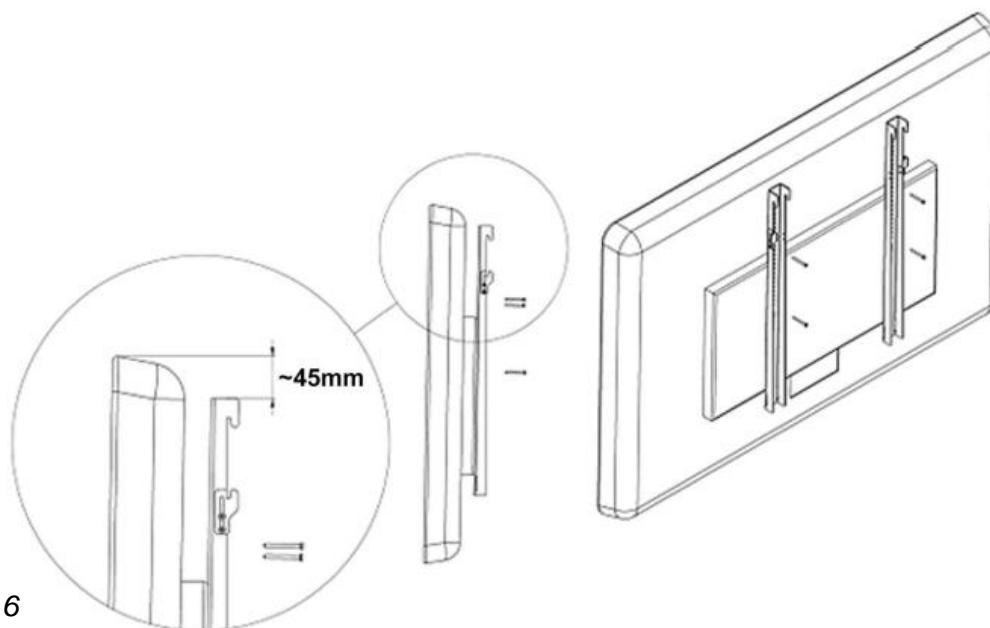

fig. 6
89. Fije las vigas verticales a la parte trasera del televisor (ver fig. 6). Puede usar los tornillos proporcionados en el paquete o seleccionar tornillos de acuerdo con las recomendaciones del fabricante del televisor. Asegúrese de que las vigas estén posicionadas aproximadamente 45 mm por debajo del borde superior de la pantalla. Si es necesario, utilice las arandelas proporcionadas